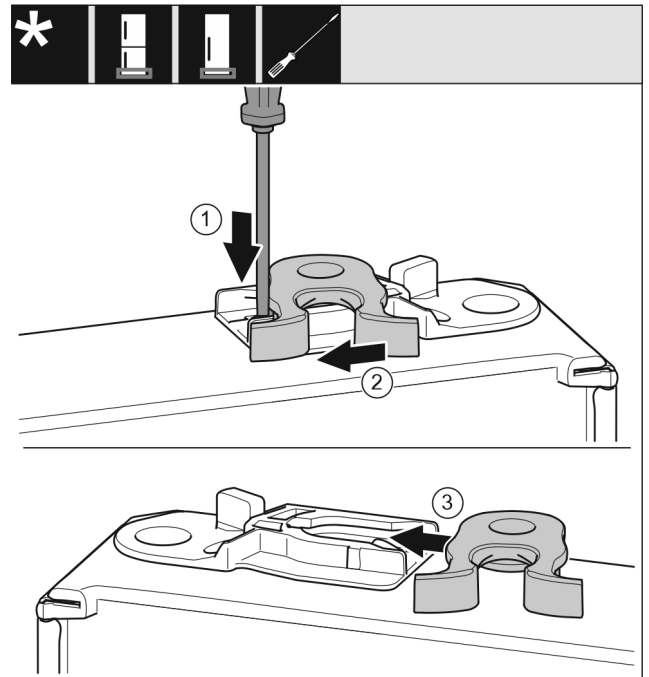

Fig. 51 \*
- ▶ Strip Fig. 51 (1) met een platte schroevendraaier omlaag drukken.\*
- ▶ Sluithaak Fig. 51 (2) uit de geleiding trekken.\*
- ▶ Sluithaak Fig. 51 (3) aan andere zijde in geleiding schuiven.\*